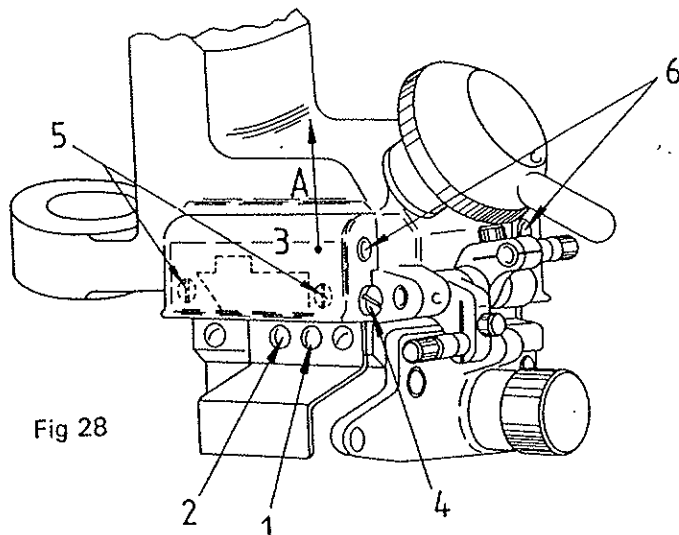

Fig 28
- 19-1 トランスカバーを緩めるためネジを緩めて下さい。(図28)